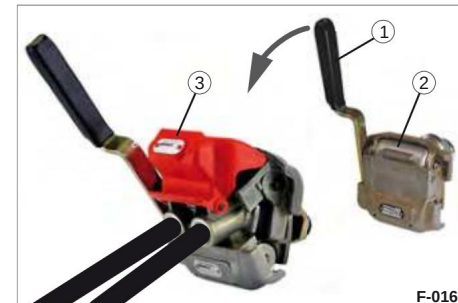

Bild 19 Duo-Matic, kopplad
• Tryck handtaget (Bild 19/1) på Duo-Matic
kopplingshuvudet (Bild 19/3) under det